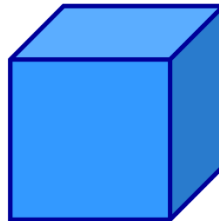

Рис.4 Куб.
7. Сколько вершин у куба (Рис.4)?
8. Сколько сторон у куба (Рис.4)?
10. Какая фигура лежит в основании куба (Рис.4)?